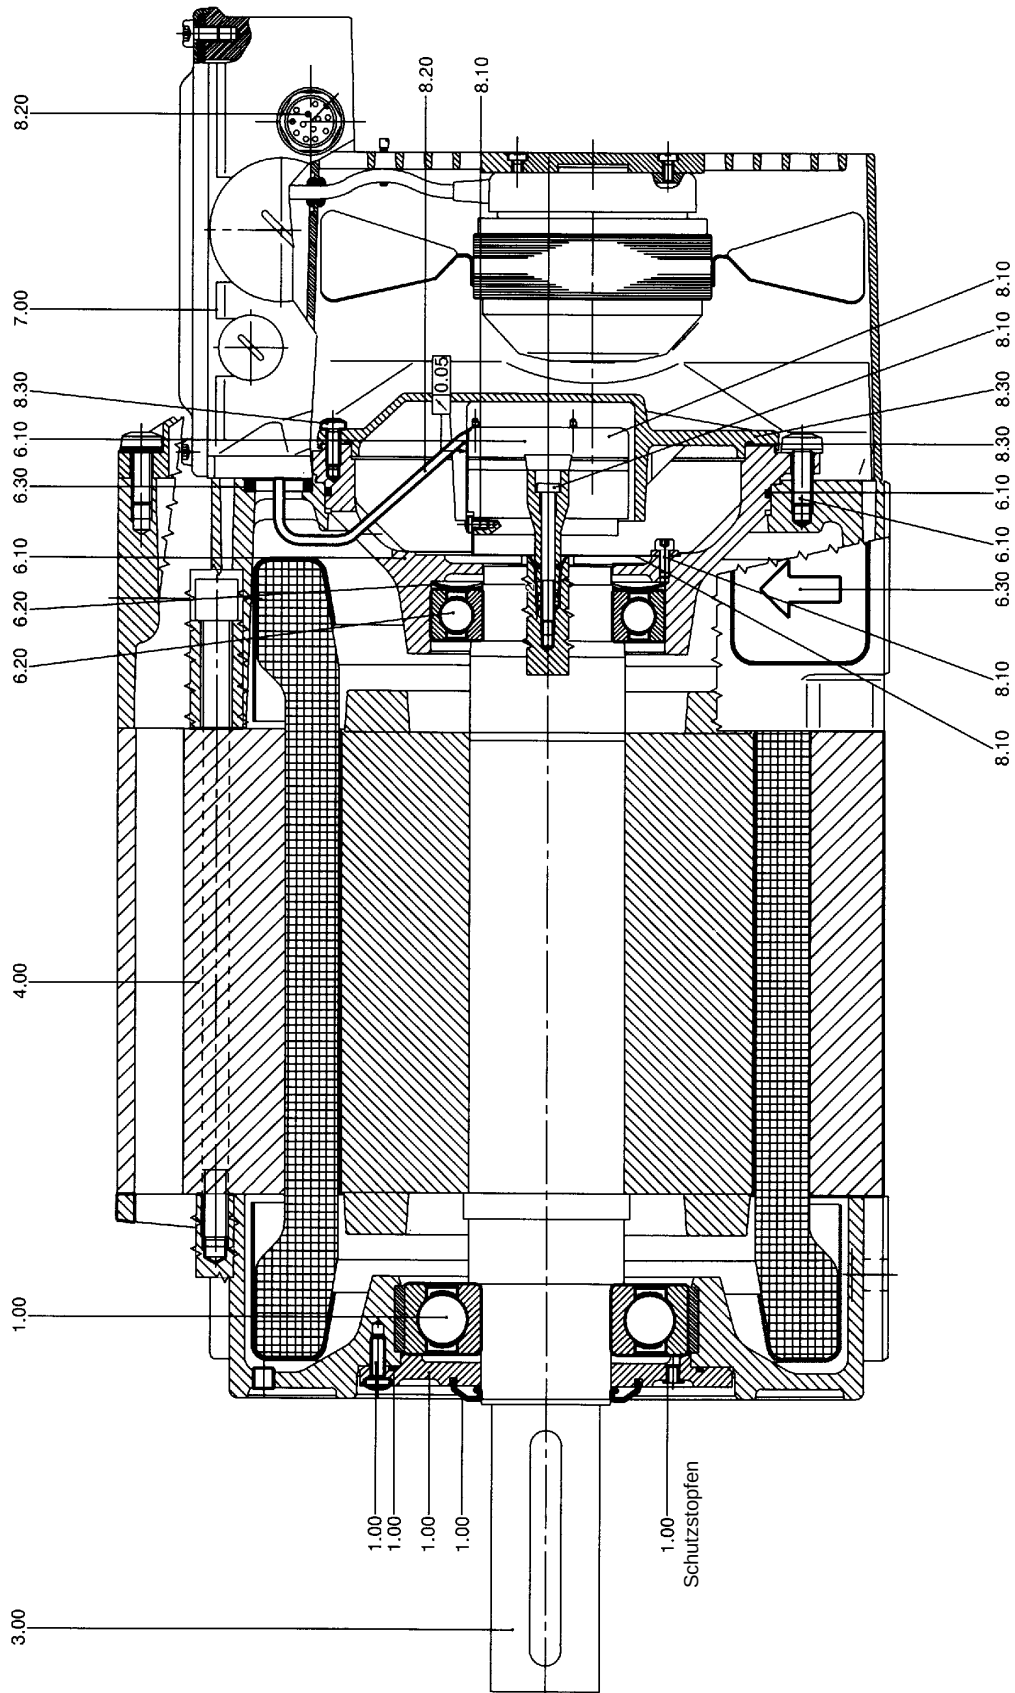

Abb. 9 PH7 IM B3
- Schrauben (8.10a) für Drehmomentstütze und Geberschraube (8.10b) herausdrehen (Abb. 9), ggf. Mitdrehen des Motorläufers verhindern.
- Geber mit montierter Drehmomentstütze auf den Konus des Motorläufers aufsetzen und Schraube eindrehen, max. Anziehdrehmoment beachten (siehe Abb. 9 und Tabelle), ggf. Mitdrehen des Motorläufers verhindern.